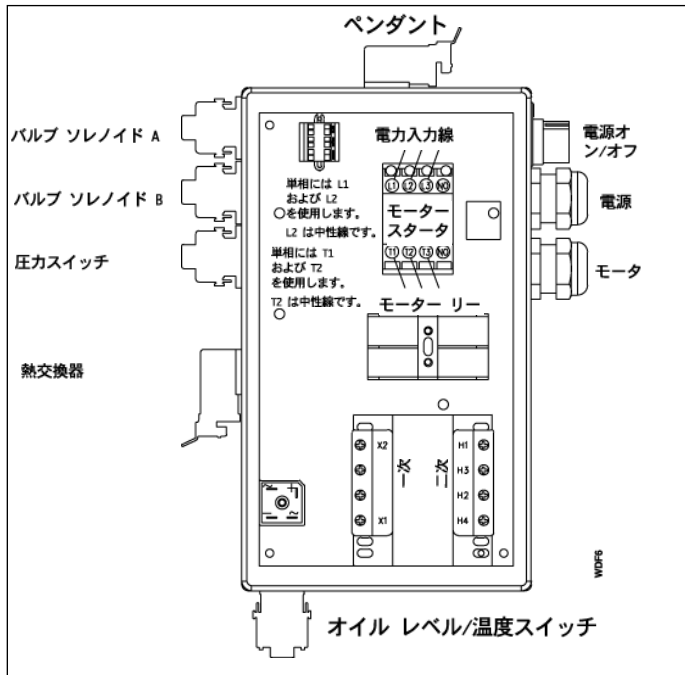

図4、配線図
熱交換器、圧カスイッチ、ペンダント、ソレノイド (A) および (B) は、配電ボックス (図 4) に差し込む適切なプラグインヘコネクタに付属しています。フット スイッチをペンダント 差し込み口に差し込みます。